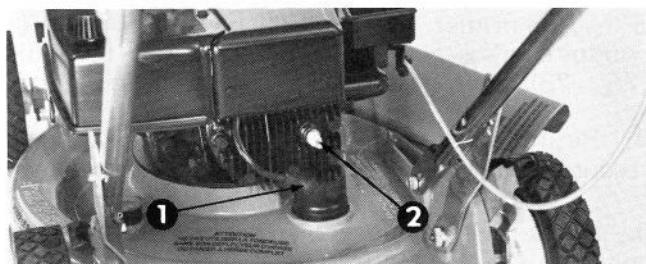

Figure 21
2. Nettoyez la surface autour de la bougie afin qu'aucun corps étranger ne tombe dans le cylindre lors de l'enlèvement de la bougie. Enlevez la bougie de la culasse (Fig. 21).